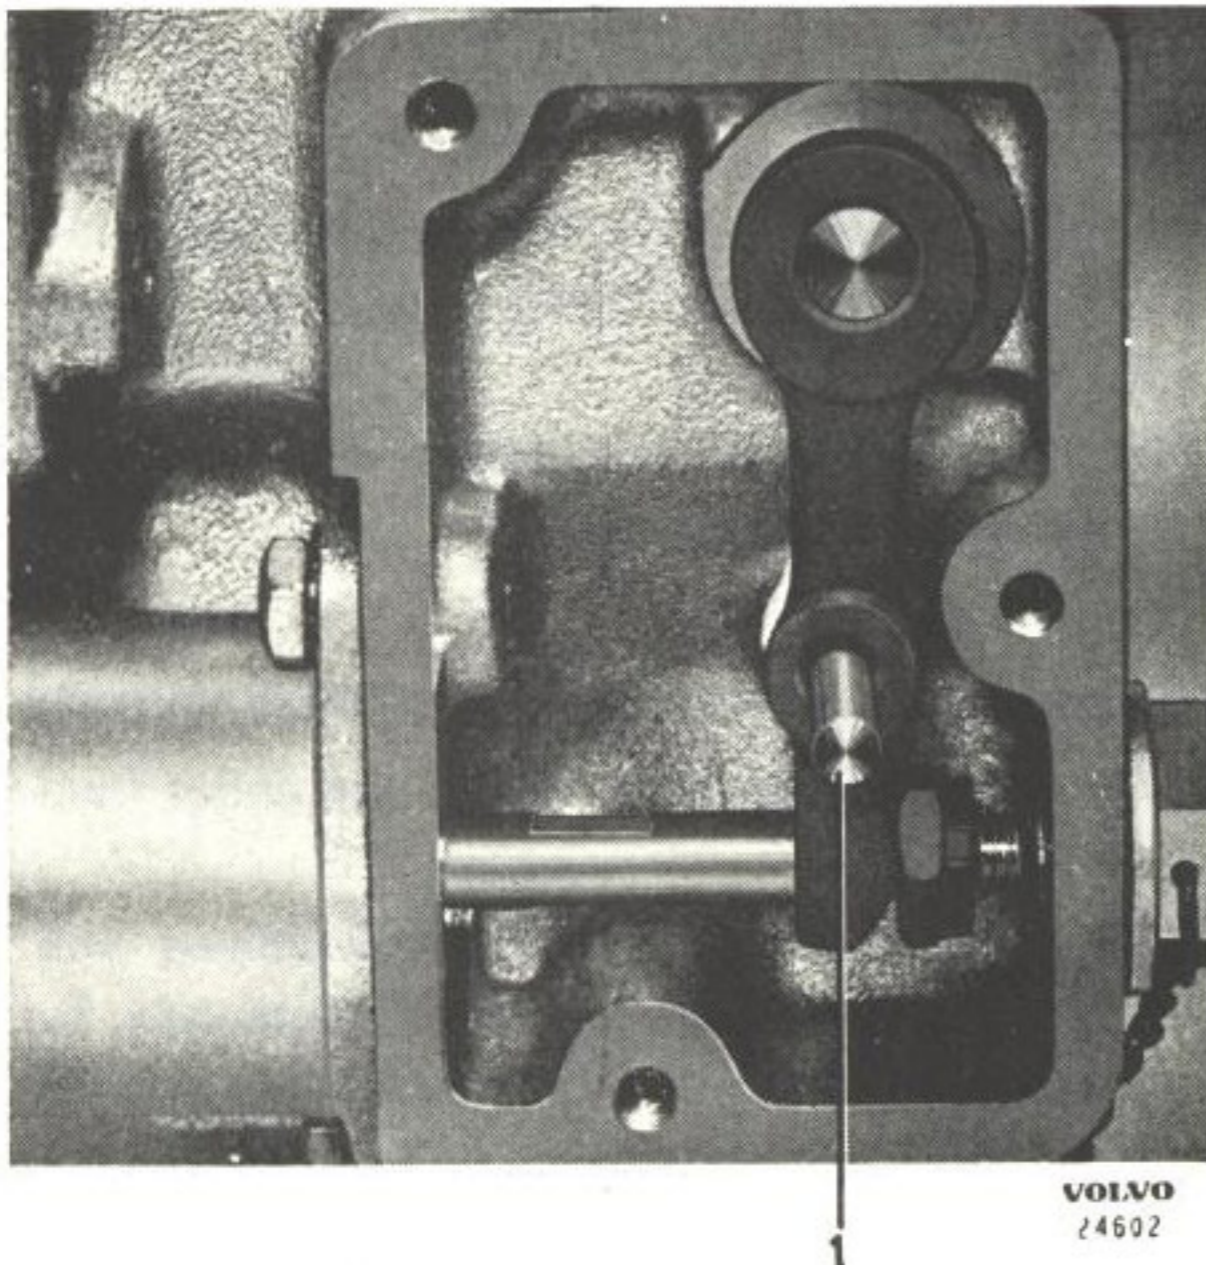

Bild 10. Inställning av manöverventil
2. Tag bort locket över manöverventilens arm. Koppla in överväxeln (motorn stillastående, 4:e växeln inkopplad). Är manöverventilen rätt justerad skall en pinne med 4,75 mm ($\frac{3}{16}$ " diameter kunna stickas genom hålet i armen och in i huset, se bild 10. Om inte, justera tills rätt läge på armen erhålles.